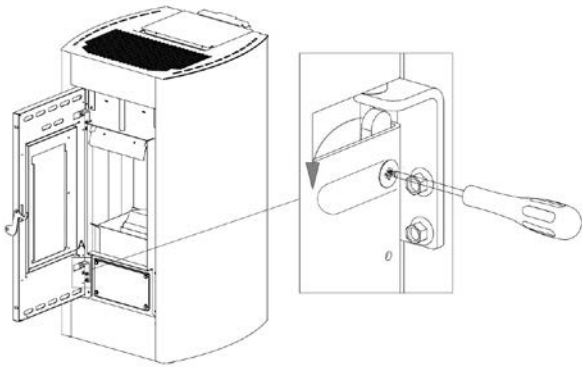

Fig. 31 - Entfernen der Schrauben
- Hebel mit einem Schraubenzieher in Pfeilrichtung drehen (siehe **Fig. 31**).